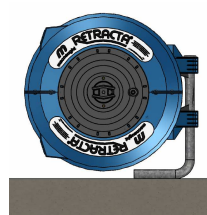

Fig.3 BB100 - Parquet/Table
- C) Utiliser le support BB100 en option pour monter l'enrouleur sur un mur entre 1,8 m et 4,5 m, ou sur un établi/au sol (voir figures 3 et 4).